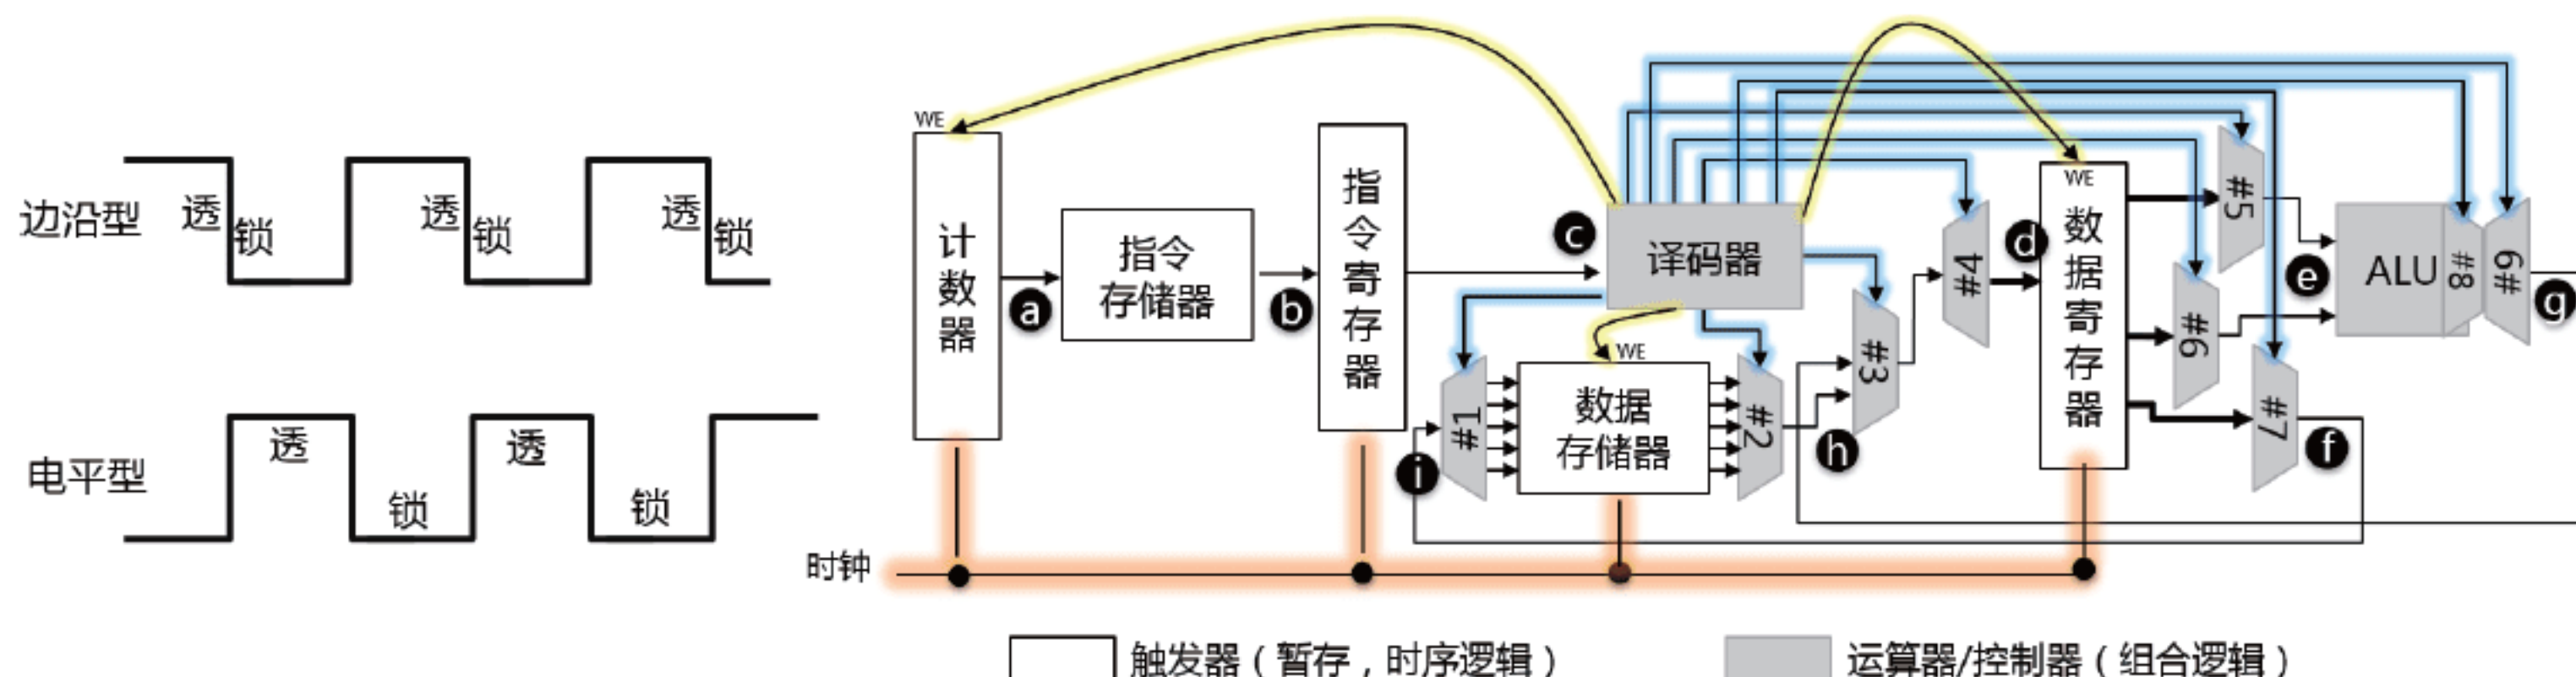

图2-17 采用边沿型触发器时的示意图
它瞬间将寄存器输入端的信号传递到输出端并锁住不变，松开按钮后，也依然处于锁定态，此时就算又有新数据到达输入端，也不受影响。所以，如果用触发器的话，Add A B A是可以实现的，如图2-17所示。
(6) 第五个时钟下沿到来，Halt指令被取指令并等待在b处；Stor C 地址100指令穿越并被锁定在指令寄存器中，同时开始译码；Add A B C指令在这一步算是最终执行完毕，因为等待在寄存器C前端的那个数值，也就是A+B的数值，此时会被锁住。在本时钟周期中部，Stor C 地址100指令译码生成的信号开始陆续抵达各个选路器和WE控制门，包括：控制#7将寄存器C的信号导向f处，控制#1选通地址100，并解封地址100的WE信号。再次强调，虽然此时通路已经打通，数据存储器地址100的WE信号也被解封，但是f处的数据只会流入到i处等待，而并不会被写入地址100。因为只有在时钟下沿到来时，存储器才会对输入端采样并锁住，而本次下沿已经结束（也正是本次下沿才触发Stor C 地址100指令被译码，从而将存储器100的WE信号解封），下一个时钟下沿还没到来。可以看到，在本时钟周期内，电路并行同时做了一次取指令、一次译码、一次执行。
(7) 第六个时钟下沿到来，Stor C 地址100指令的最后一脚被完成，也就是存储器的地址100处的触发器将上一步等在自己输入端的C的值锁住，完成了存储器写入的动作。同时，也是关键的一步，Halt指令在本下沿被从b处透传到c处，进入译码器开始译码，译码的结果是什么？回去看一下图2-17，Halt指令的输出信号直接把晶振下游的与门的Halt输入端置为0。这招可了不得，时钟被脱挡，这意味着下一个时钟下沿永远也无法到来，晶振的输出会恒为0。虽然自己还在那振，但是被与门给封闭了。于是整个电路从此便处于静止态，所有寄存器均维持着上一个被锁定的值。别忘了程序计数器（PC指针），该下沿会触发计数器+1，再次选出一条新指令（产生越界，将会是无效指令，或者碰巧可以被译码的指令）到b处等待，但是谁都知道，这个等待将会是海枯石烂。但是一定要理解，Halt将晶振封住，并不影响本时钟周期内电路组合逻辑针对新的输入信号进行处理。